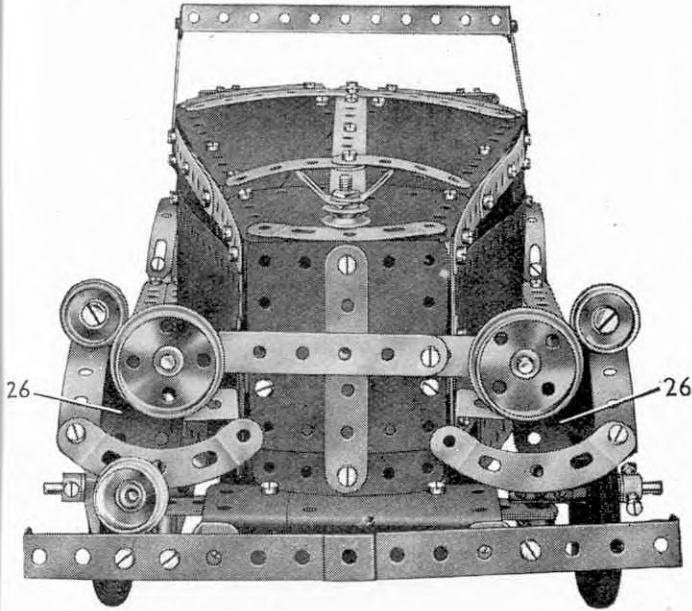

Fig. 8.16c
Les garde-boue avant et les marchepieds de chaque côté du modèle sont constitués par deux bandes de 25 trous. La bande intérieure est boulonnée à une cornière de 11 trous 25, la bande extérieure est fixée sur cette cornière par des supports plats. Les bandes sont incurvées à l'avant pour permettre le passage des roues, et une plaque flexible de 14×4 (26) (Fig. 8.16c) leur est assujettie. Cette plaque est aussi reliée à la bande 9 par une équerre de 25×12 . Les garde-boue arrière sont constitués de bandes glissières cintrées fixées à des équerres à 135° boulonnées aux bandes de 25 trous, et à des équerres de 25×25 à l'arrière.